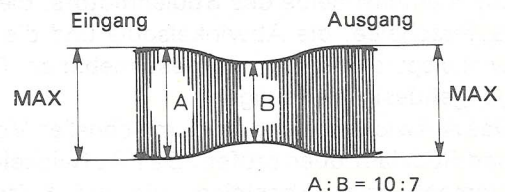

Abbildung 30
5. So einstellen, daß bei einer Verschiebung des Spurlagenreglers (wenn der Spurlagenregler bewegt und A der HF-Wellenform beginnt, abzunehmen) das Verhältnis zwischen A und B in Abbildung 30 besser ist als  $A:B = 10:7$ .